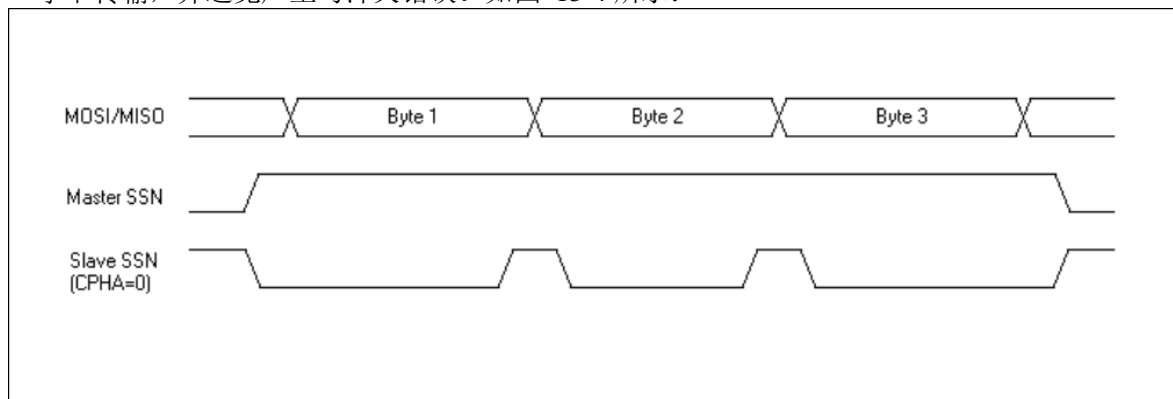
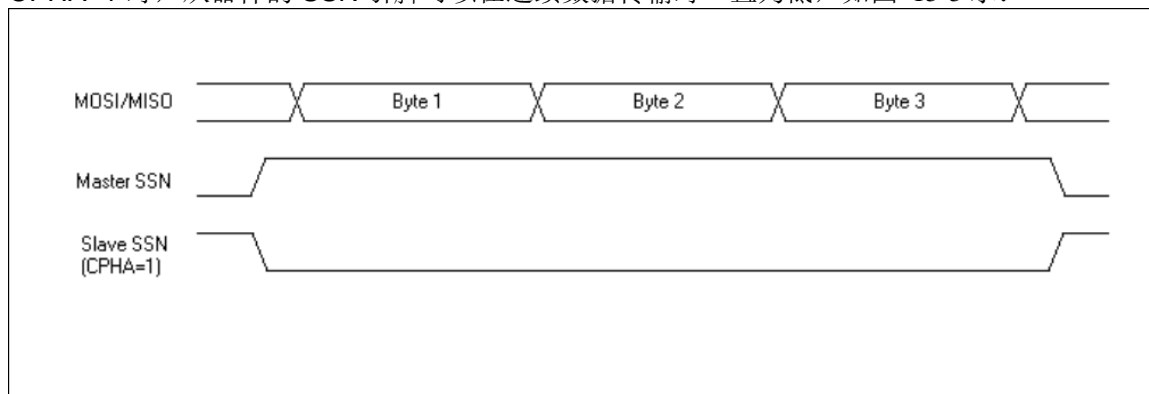

图 15-4 SPI SSN 时序图 ( $CPHA=0$ )
图 15-5 SPI SSN 时序图 ( $CPHA=1$ )
若 SPI 为从器件，则  $CPHA=0$  时，SSN 引脚必须在每字节数据传输后拉高，以便可以拉低启动下一字节传输，并避免产生写冲突错误。如图 15-4 所示：
$CPHA=1$  时，从器件的 SSN 引脚可以在连续数据传输时一直为低，如图 15-5 示：
- 6、从器件模式处理较为特殊，当 CPHA=0 时，从器件的 SSN 引脚拉低启动数据传输，从器件的 SSN 引脚拉高结束数据传输（即使在此之前 SPIF 中断已经产生），因为从器件不知道传输何时开始，当 SSN 引脚拉低后，MISO 引脚立即开始数据 MSB 的传输（见图 15-4）。当 CPHA=1 时，从器件在串行时钟的第一个沿启动数据传输，在 SPIF 置位后结束数据传输（见图 15-5）。